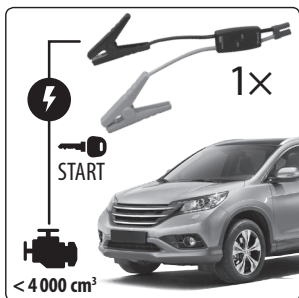

Abb. 1, Starterkabel
- Bestandteil der Lieferung beider Geräte sind: Starterkabel, USB-Kabeladapter für das Aufladen/Speisung von digitalen Geräten, Ladeadapter für den Anschluss an den 12 V Zigarettenanzünder und ein Netzadapter für den Anschluss an eine 230 V ~ Steckdose, siehe Abb. 1 bis 4: